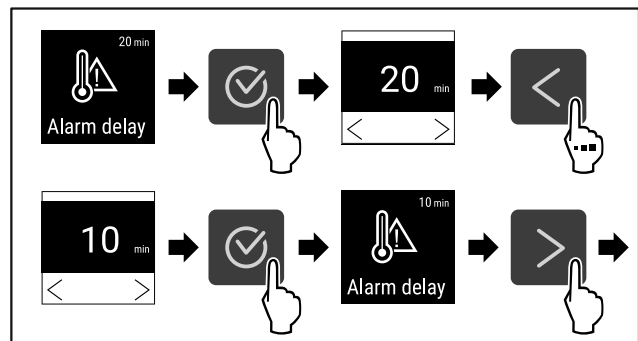

Fig. 99
- ▶ Udfør handlingstrinene (se Fig. 99).